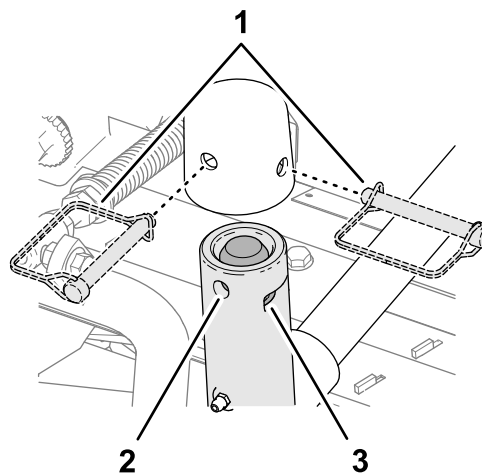

图 29
**锁定用于在山坡上剪草的滚刀组枢轴**——锁定滚刀组枢轴以防止滚刀组在坡面上剪草时向下坡方向旋转。使用提升臂枢轴 (图 29) 上的孔锁定滚刀组。将滚刀组用于可偏转的滚刀组。